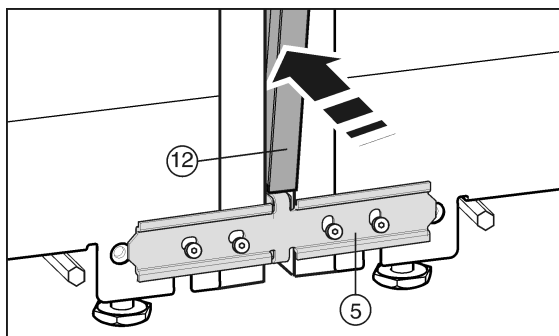

Fig. 26
Antes de colocar la tira tapajunta Fig. 26 (12), presione los dos listones el uno contra el otro en toda su longitud. De esta forma resulta más fácil introducir la regleta en la ranura. Utilice un paño suave para aplicar presión en la regleta; de esta manera evitará la aparición de abolladuras en la superficie de la tira tapajunta. Introduzca la regleta en la ranura con cuidado y manteniéndola recta para lograr una unión óptima.
- En la parte delantera, presione la tira tapajunta Fig. 26 (12) larga hacia el interior de la ranura vertical. Procure que la regleta descansa sobre la chapa de unión Fig. 26 (5).